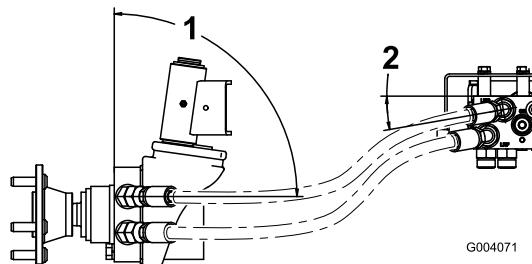

Figura 7
2. Encaminhe as 2 mangueiras esquerdas para o motor da roda esquerda. Ligue a mangueira superior do coletor ao encaixe superior do motor da roda e a mangueira inferior do coletor ao encaixe inferior do motor da roda (Figura 7). Se as mangueiras não forem encaminhadas apropriadamente, podem vir a entrar em contacto com os pneus ou pára-choques traseiro o que irá causar danos às mesmas.